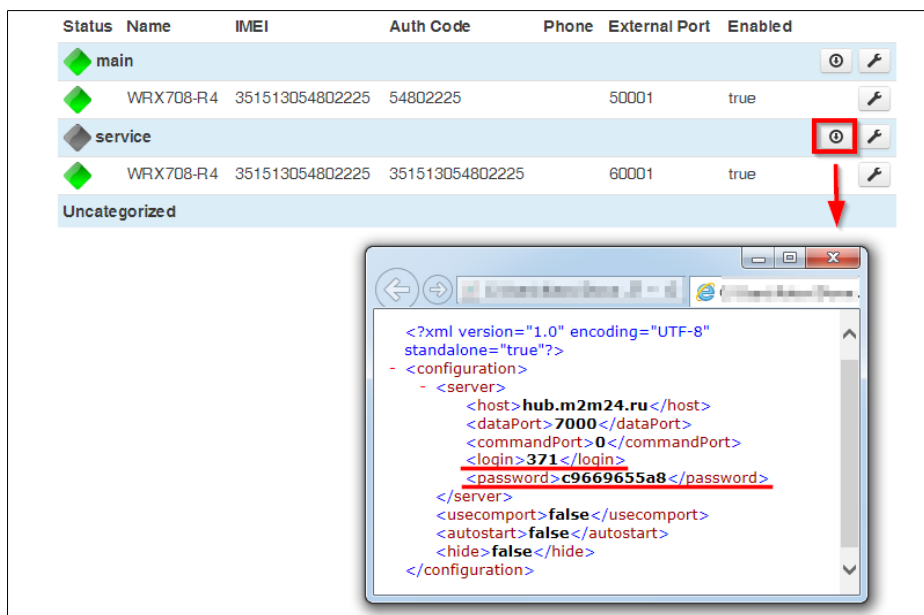

Рис. 25. Логин и пароль для подключения к служебному серверу.
- логин и пароль для авторизации на сервере. Логин и пароль вы найдете в файле **Configuration.xml**, загружаемом с личного кабинета на cp.m2m24.ru после регистрации (Рис. 25).
На примере Рис. 25 можно увидеть, что в данном случае логин (login) для доступа к служебному каналу — 371, а пароль (password) — c9669655a8. Эти данные из файла *Configuration.xml* вставляются в параметры TCP подключения.